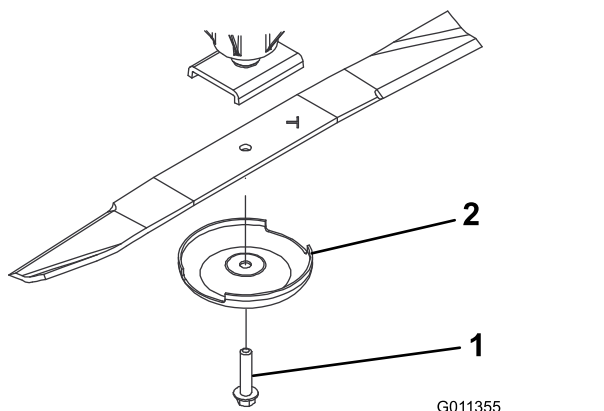

Figura 90
3. Togliete il bullone, la coppa antistrappo e la lama dall'asse del perno (Figura 90).